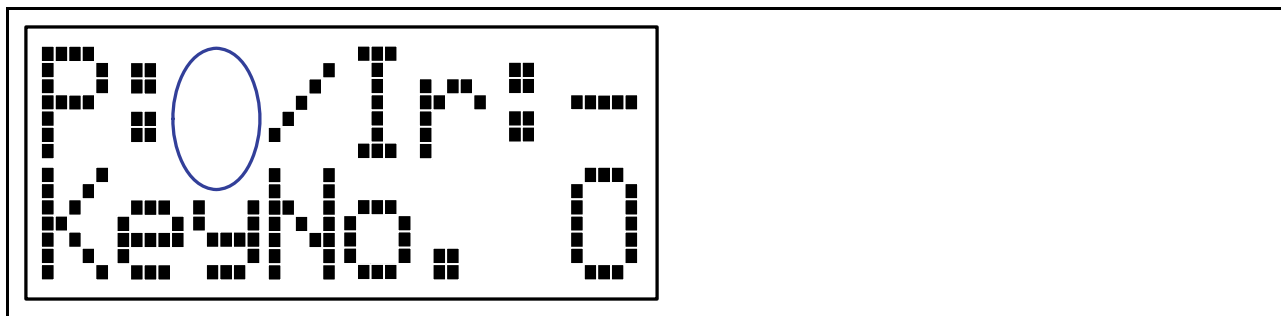

図 3.14 PC通信LCD表示
- PCから送信されるシリアルデータを受信し、受信データをRSKR8C2Dに付属しているLCDに表示します。図 3.14 の○の位置に受信した文字を表示します。